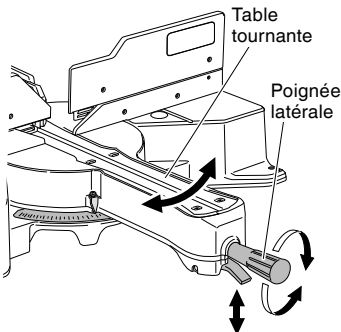

Fig. 35
- (1) Mettre la table tournante à l'angle d'onglet nécessaire.
- (2) Une fois l'angle réglé, serrer la poignée latérale. (Fig. 35.)